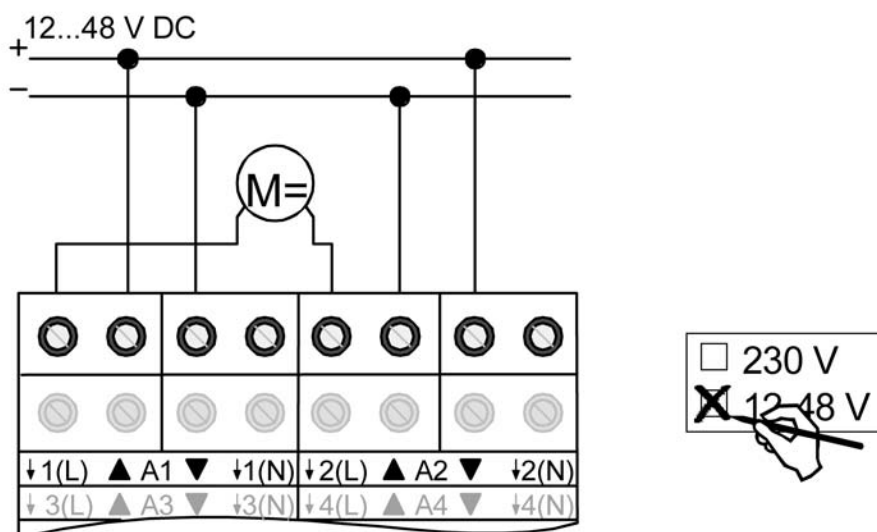

Bild 6: Elektrischer Anschluss für 12 ... 48 V-Antriebsmotoren
- Antriebsmotoren gemäß Anschluss-Beispiel anschließen (Bild 6).